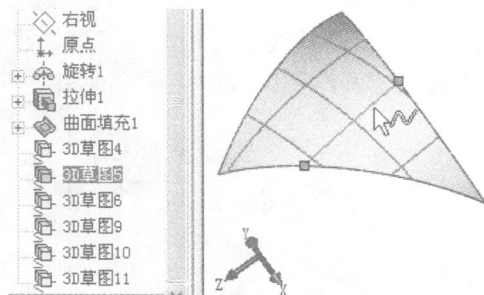

图 1-11 选用生成的 3D 草图
(6) 单击  “确定”, 单击“重建模型”图标按钮 。可选用生成的 3D 草图, 如图 1-11 所示。